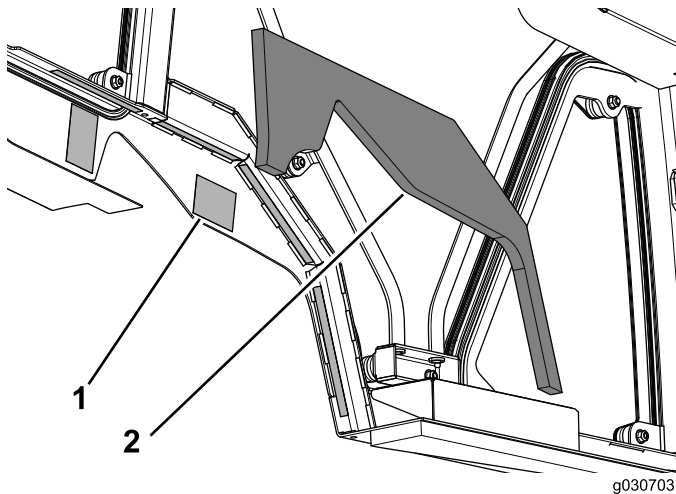

Bild 13
3. Entfernen Sie das Trägermaterial aus Papier vom doppelseitigen Band an beiden Seiten der Kabine (Bild 13).
4. Bringen Sie die linke Schaumstoffdichtung an der Kabine an (Bild 13).